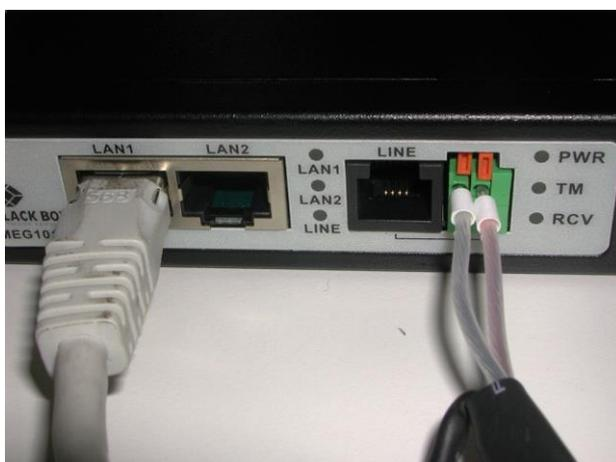

Figura 14 Conexión DSL
5. *Opcional en lugar de pos. 4:* cable de datos (DSL): confeccionado con un cable de conexión bifilar para la conexión a un módem DSL (ver Figura 14).